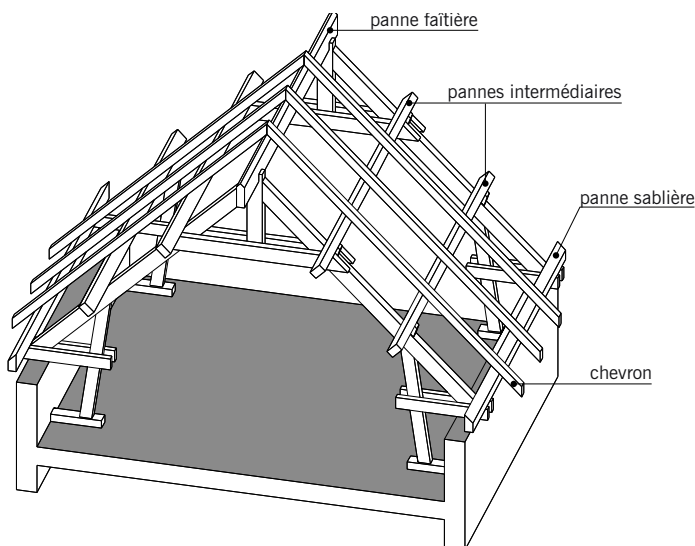

fig. 5.6
■ La **ferme à entrain retourné** (fig. 5.6 et 5.7) : ferme particulière permettant l'habitabilité des combles (espaces délimités par les versants de toiture et le dernier plancher).